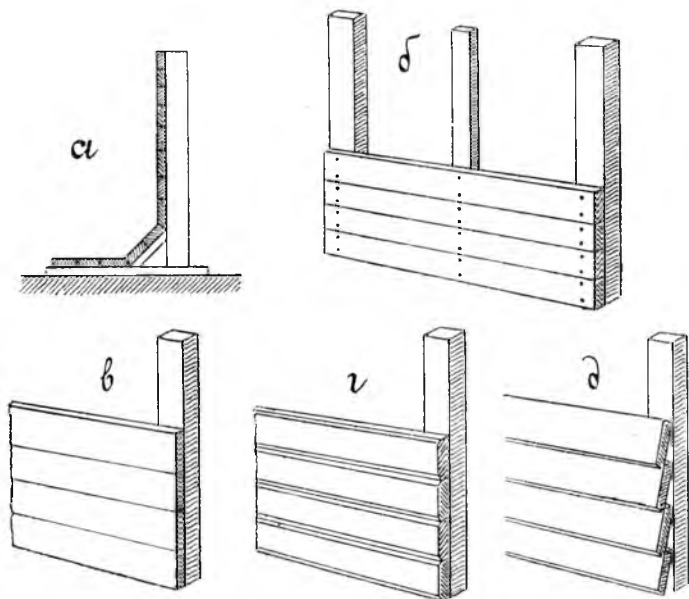

Рис. 71. а—б—простой забор, в—обшивка в ножовку, г—обшивка в ножовку и рустик, д—обшивка край на край.
**Забор.** Простейший забор, исключительно для временной службы, устраивается, как показано на рис. 71а, на лежнях, уложенных прямо на землю, в которые врубаются стойки и обши-
ваются досками. Таким образом, получается дощатый забор с тротуаром. Другой, простого вида, забор указан на рис. 71б. В землю вкапывают столбы на расстоянии 3 — 4 м друг от друга и выравнивают верхние концы. Сверху прибивается гвоздями доска, толщиной 6 см ( $2\frac{1}{2}$  дюйма). Снаружи столбы обшиваются 2,5-сантиметровыми (1-дюйм.) досками. Чтобы доски не прогибались, изнутри вставляют в один - два ряда вертикальные стойки из толстых досок. К этим стойкам прибивается гвоздями обшивка. Часто обшивка таких заборов делается из полу-
чистых еловых досок и производится разными способами, например, в ножовку (рис. 71в). Кромки досок стесываются косо, при чем скос должен идти изнутри внаутрь, чтобы верхняя доска снаружи прикрывала скос нижней. Такое соединение не пропускает за обшивку дождевой воды. Иногда такая обшивка делается с украшением — желобком, называемым «рустиком», как показано на рис. 71г, тогда она называется обшивкой в ножовку и рустик.
Для временных заборов, например, для ограждения постройки, употребляется обшивка край на край, рис. 71д. Доски, толщиной в  $2\frac{1}{2}$  см (1 дюйм), нестроганные, прибиваются край на край так, что верхние доски прикрывают кромки нижних.